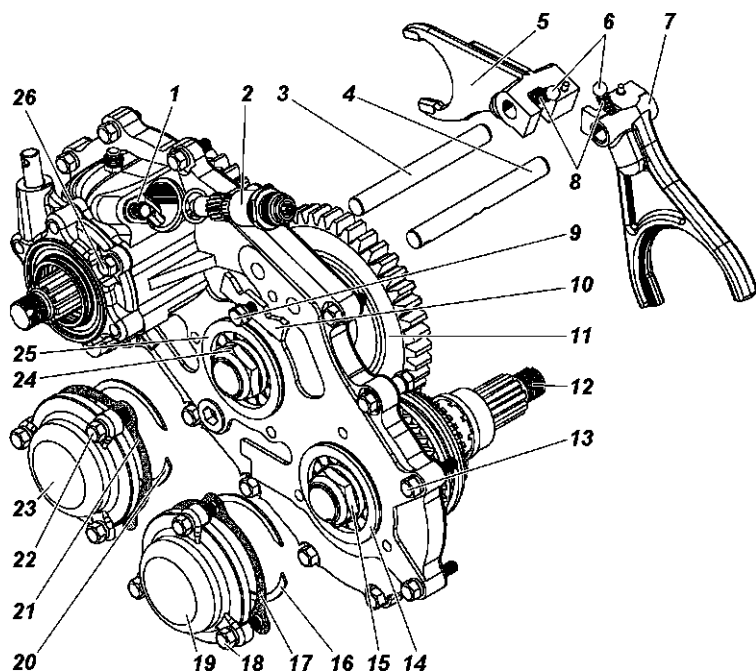
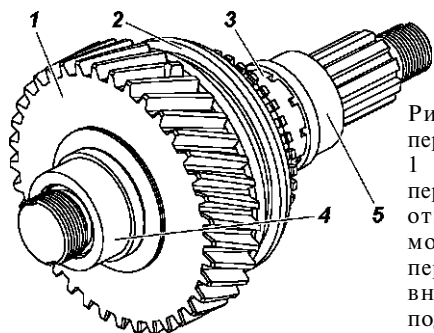

Рис. 7.4. Разборка механизма переключения передач:
Рис. 7.6. Вал привода переднего моста в сборе:
10. Отверните болт 9 (рис. 7.4) крепления стопора 10 штоков 3 и 4 вилок и выпрессуйте при помощи латунного молотка штоки из крышки картера, одновременно сняв с них вилки 5 и 7. При этом удерживайте от выпадения шарики 6 и пружины 8 фиксаторов, находящиеся в гнездах вилок.
15. Отверните гайку 15 (см. рис. 7.4) вала привода переднего моста. Съемником выпрессуйте шестерню 1 (рис. 7.6) привода переднего моста совместно с внутренним кольцом 4 подшипника.
1. Установите муфту 2 (см. рис. 7.6) на шлицы вала привода переднего моста заостренными торцами шлицев в сторону шестерни привода вала.
3. Установите прокладку и подсобранную с манжетой крышку подшипника вала привода заднего моста. Закрепите крышку болтом 26 (см. рис. 7.4) с пружинной шайбой. На прокладку и резьбу болта нанесите герметик-прокладку. Момент затяжки болта $12 - 18 \text{ Н} \cdot \text{м}$ ($1,2 - 1,8 \text{ кгс} \cdot \text{м}$).
9. Вставьте вилку 7 (см. рис. 7.4) включения переднего моста в паз муфты включения переднего моста. Вставьте в гнездо вилки пружину 8 и шарик 6 фиксатора.